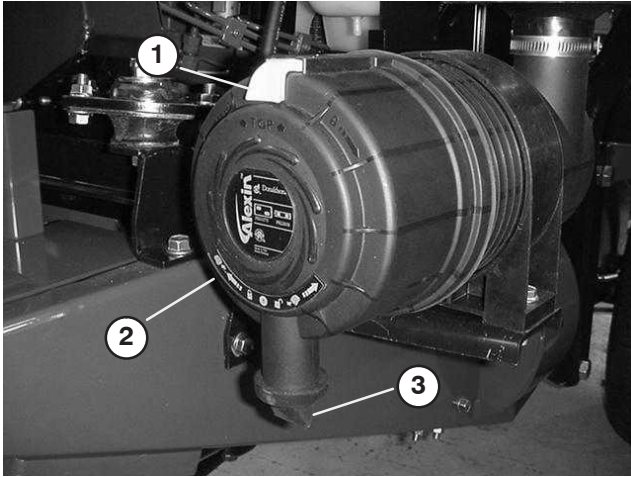

Figure 44
1. Tirez le verrou vers l'extérieur et tournez le couvercle du filtre à air dans le sens anti-horaire (Fig. 44).
4. Nettoyez l'orifice d'éjection de saleté situé dans le couvercle amovible (Fig. 44). Retirez la valve de sortie en caoutchouc du couvercle, nettoyez la cavité et remettez la valve en place.